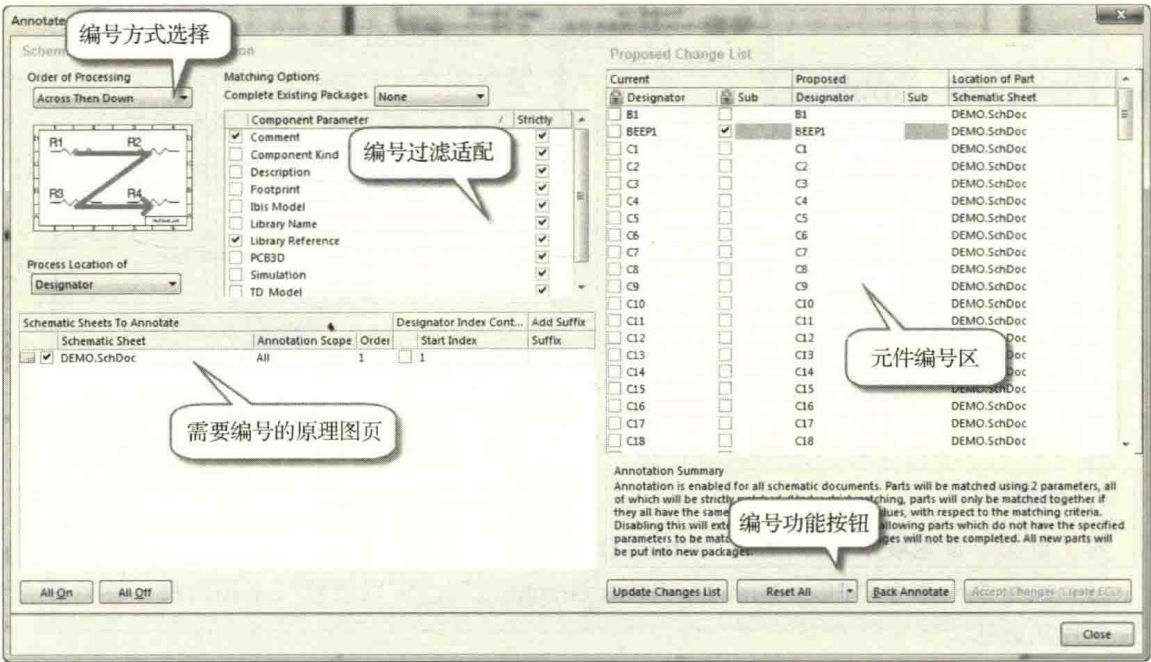

图 4-69 编号编辑对话框
(1) Altium Designer 提供非常方便的元件编号功能，执行菜单命令“Tools-Annotation-Annotate Schematics...”（快捷键“TAA”），进入编号编辑对话框，如图 4-69 所示。